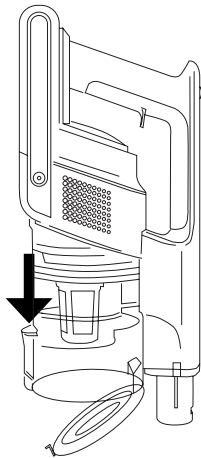

Fig.2
- Abrir la tapa de vaciado del depósito y verter su contenido en un contenedor de basura apropiado. (Fig. 2).